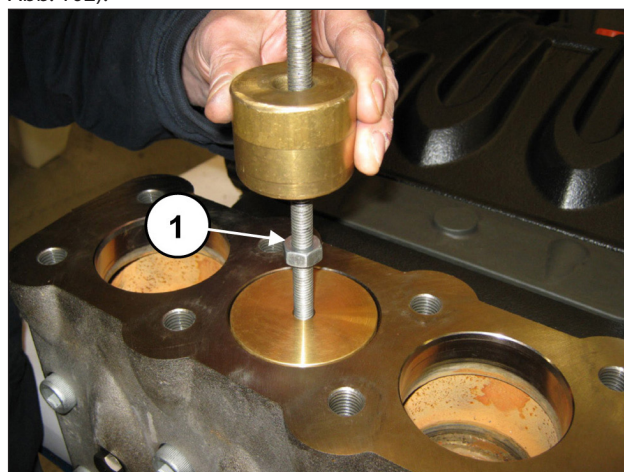

Abb. 102
Entfernen Sie die Ventilkappe mithilfe eines Abziehers mit Schlagwerk an der Bohrung M10 der Ventilkappe (Pos. ①, Abb. 102).